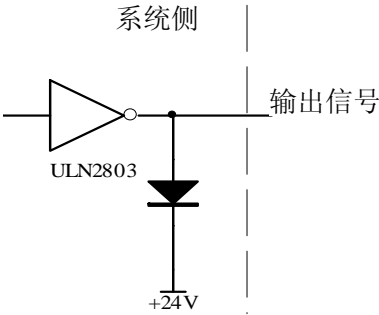

图 2-33
2、TL+、TL-为刀架正、反转输出信号，内部电路如下图 2-33 所示：